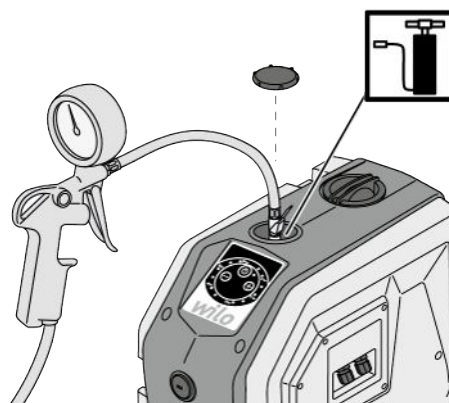
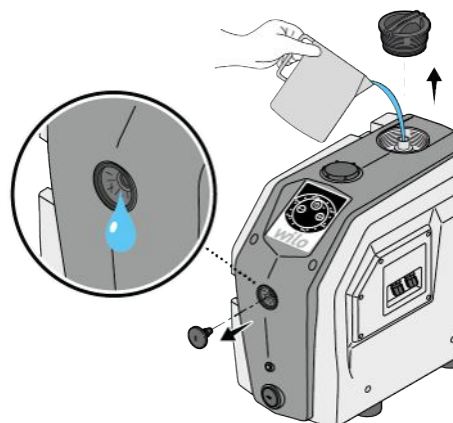

Fig. 7: Umpleți vasul de expansiune cu membrană
Fig. 10: Umplere
1. Închideți vana de închidere cu sertar (Fig. 7 – poz. 1, 2) pe partea de aspirație și refulare.
1. Dacă produsul este instalat în modul de aspirație (Fig. 7), apăsați simultan tastele de comandă „+” și „-” timp de 5 secunde (Fig. 10).